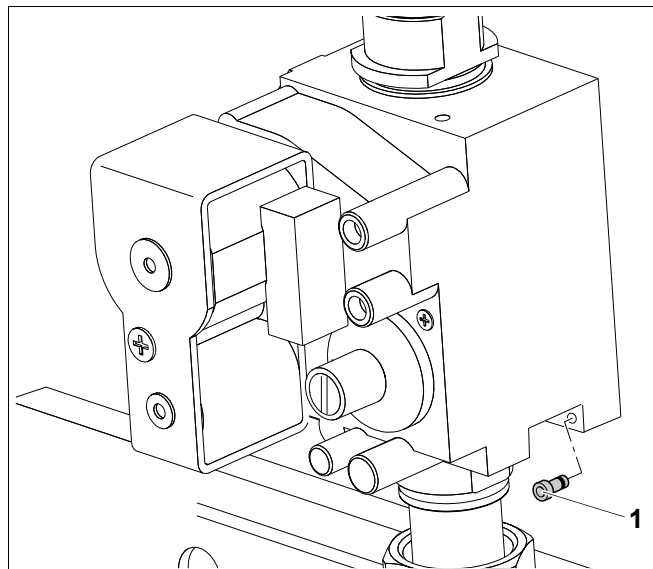

Рис. 48 Монтаж и демонтаж переходника для сжиженного газа
- Вставить переходник для сжиженного газа вместе с уплотнением (рис. 48, поз. 1).
- Вынуть переходник для сжиженного газа (рис. 48, поз. 1).